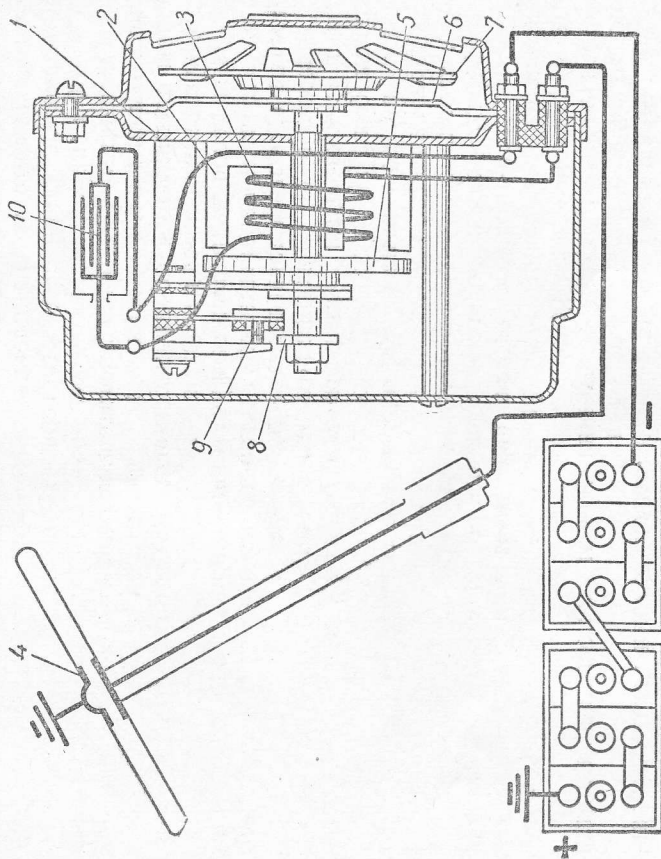

Рис. 87. Звуковой сигнал:
Звуковой сигнал (рис. 87) состоит из основания 1, сердечника 2, обмотки 3, якоря 5, установленного на стержне мембраны 6, обертонального диска 7, гайки 8, размыкающей контакты 9, конденсатора 10 и кнопки 4.
- 6. Снять звуковой сигнал и отрегулировать звук (отвинчивая или навинчивая гайку 8 (рис. 87) на стержне, проследить за изменением звука сигнала).